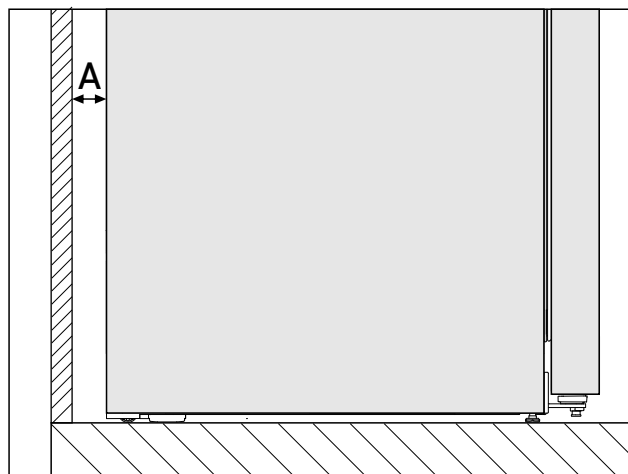

Fig. 3 \*
Poraba energije je določena z razdaljo do stene Fig. 3 (A) med hrbtno stranjo aparata in steno. Če je razdalja do stene manjša kot Fig. 3 (A), to nima vpliva na delovanje aparata. Če je razdalja do stene manjša, se lahko poraba energije malce poveča, poleg tega pa lahko začne na hrbtni steni aparata nastajati kondenzat.\*